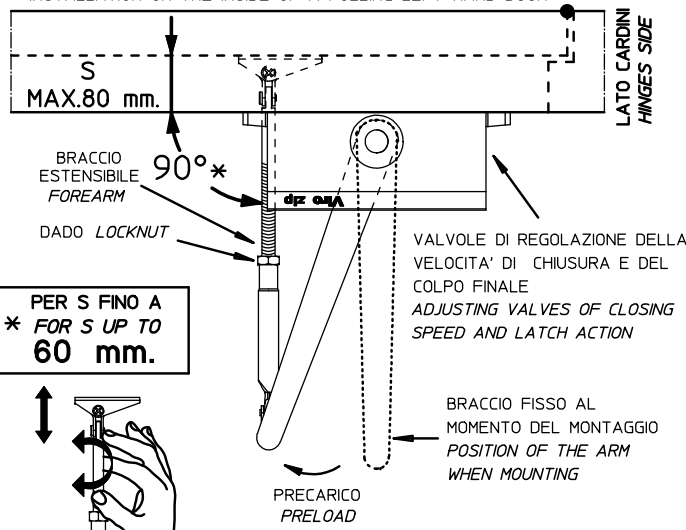

FIG. 3A
4. ADJUST THE LENGTH OF THE FOREARM IN ORDER TO PERFORM A 90° ANGLE AS SHOWN ON FIG.3A.